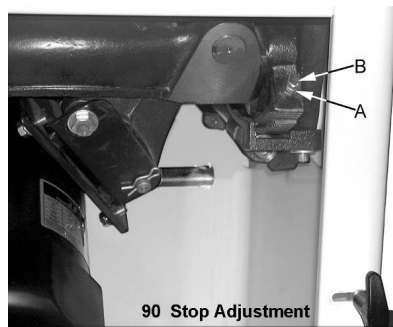

рис. 19
5. Если пильный диск не под углом 90 градусов, откройте крышку двигателя, ослабьте контргайку (А см. рис. 19) и поверните стопорный винт регулировки (В, рис. 19) на передней цапфе во внутрь или наружу. Регулировочный винт следует прекратить вращать на переднем кронштейне цапфы, когда пильный диск находится в 90 ° к столу.
6. Затяните контргайку (А см. рис. 19).